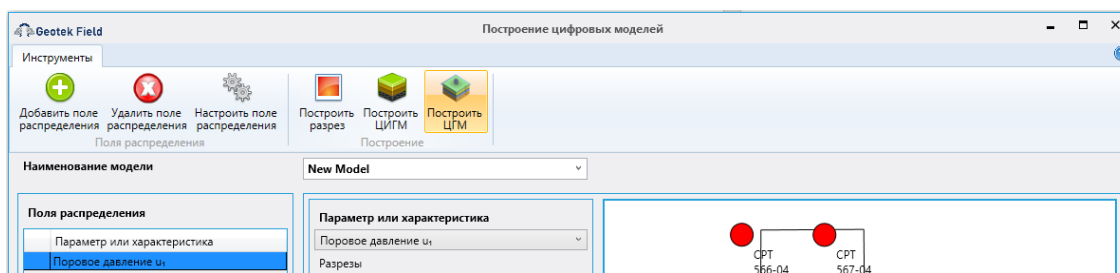

Рис. 13.1. Подготовка к МКЭ расчету
4. На панели (рис. 13.1) нажать на кнопку «Построить ЦГМ».